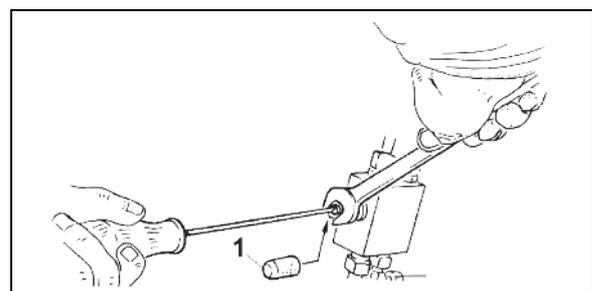

Fig. 49
1. Schutzkappe (Fig. 49/1) entfernen
4. Nach erfolgter Einstellung, Ventilstellung mit Kontermutter sichern und Schutzkappe (Fig. 49/1) aufstecken.